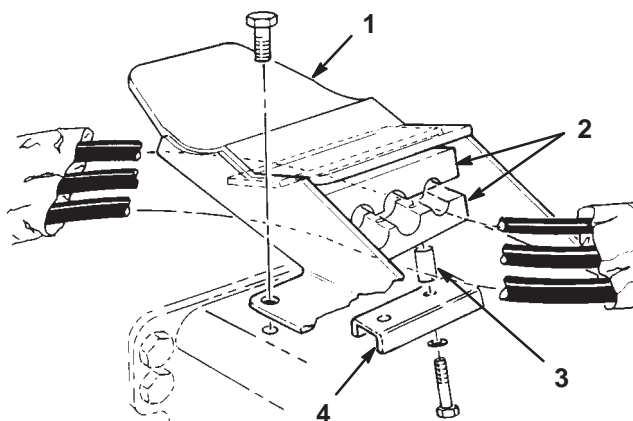

Fig. 7
1. Sätt fast de hydrauliska slangarna löst på på undersidan av varje tippfäste med slangklämmor, distansbrickor, klämplåt, låsbrickor och skruvar så som visas i fig. 7.
6. Dra åt tippfästets klämmor på klippenheterna nr 4 och 5 (fig. 7).